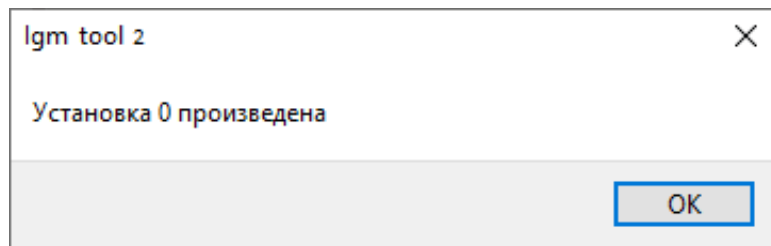

Рисунок 14 – Информационное окно установки нуля
- 4) При подтверждении установки нуля на экране появится информационное окно (рисунок 14). Для возвращения к работе с программой нажать «ОК»;